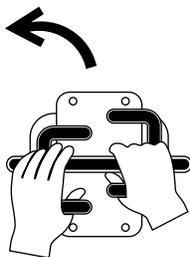

Figura 13
- Per sterzare a sinistra, spostate in avanti il comando della trazione di destra (Figura 13).